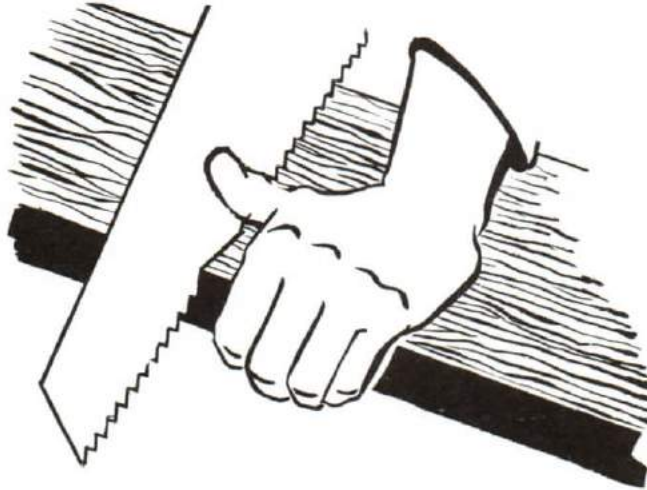

Figure 9-22
24. To begin sawing with a cross-cut saw, start with a gentle backwards pull. With a rip saw, start with a gentle forward push. With the saw handle in one hand, use the raised thumb of the other hand to guide the saw. See Figure 9-22.
24. Pour engager une égoïne, commencez par appliquer un léger mouvement arrière. Avec une scie à refendre, commencez par un léger mouvement avant. Avec une main sur la poignée de la scie, utilisez le pouce levé de l'autre main pour guider la lame (voir la figure 9-22).